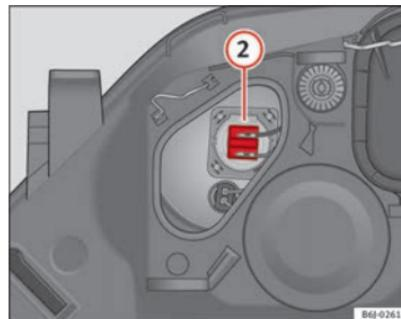

Abb. 164 Fernlicht
- Ziehen Sie den Stecker ⇒ Abb. 164 ② nach außen ab.